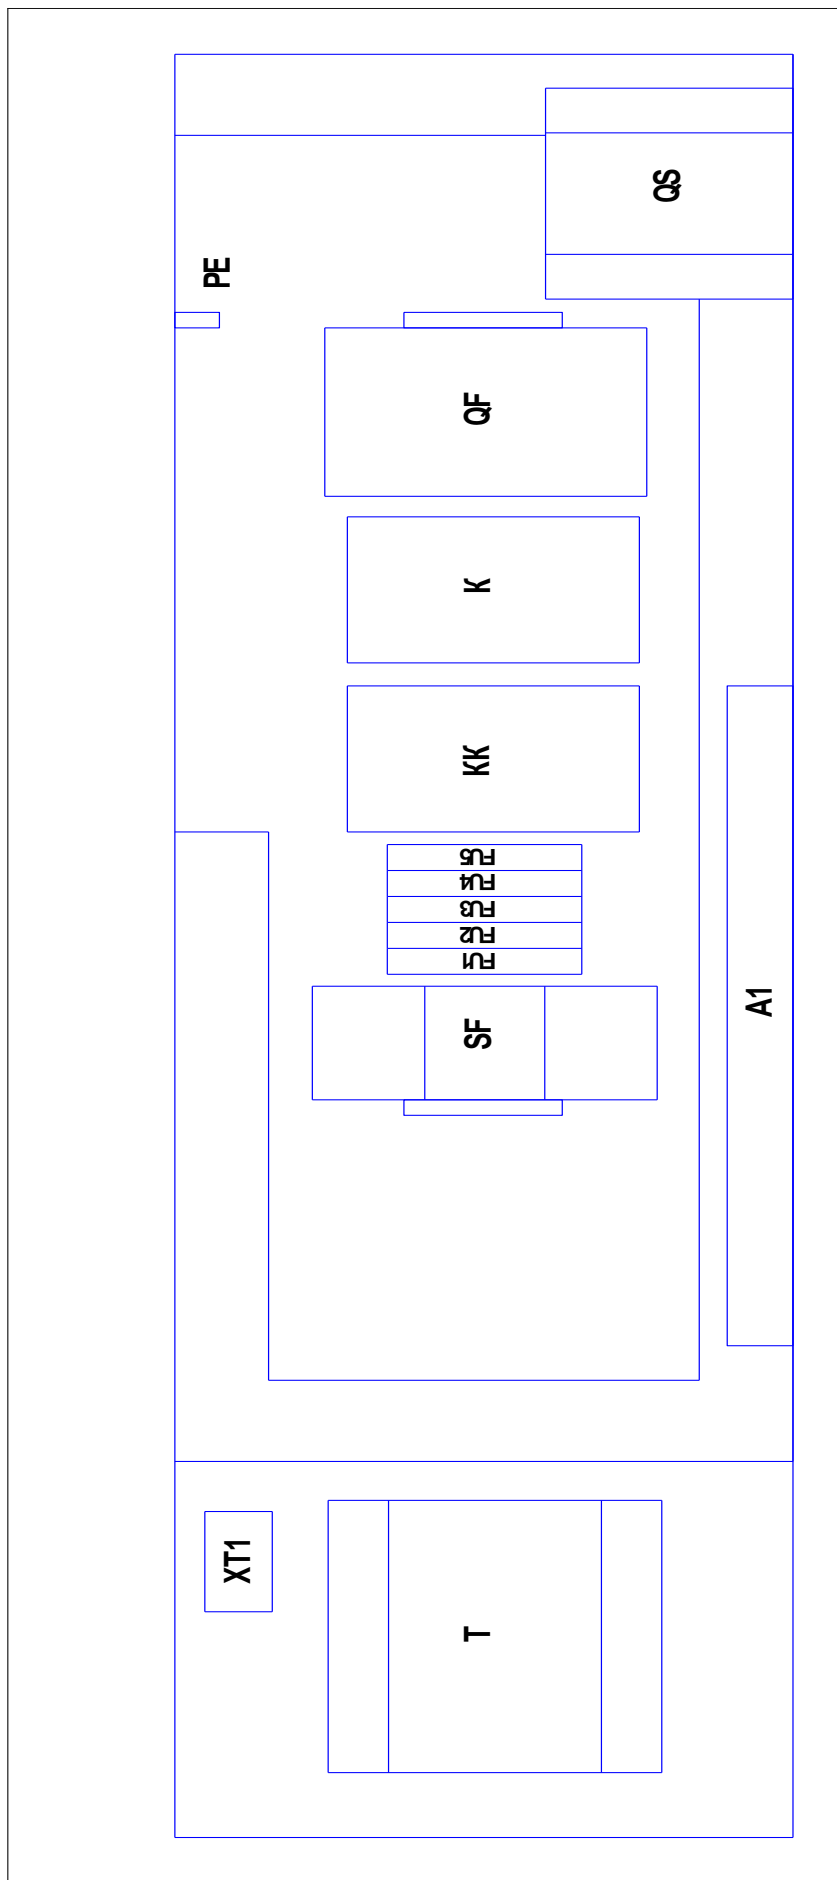

Рисунок 7 – Блок-схема компрессорной установки
**14 – Шкаф с электроаппаратурой** (см. рисунок 1 или 2, или 3) представляет собой короб закрытого типа с установленной платой, на которой смонтирована пуско-регулирующая аппаратура и устройства защиты (блок-схема см. рисунок 7), доступ к которым осуществляется путем демонтажа верхней панели корпуса и крышки шкафа.
- 4) Плавкие предохранители - (см. рисунок 7) защита цепей управления и сигнализации;